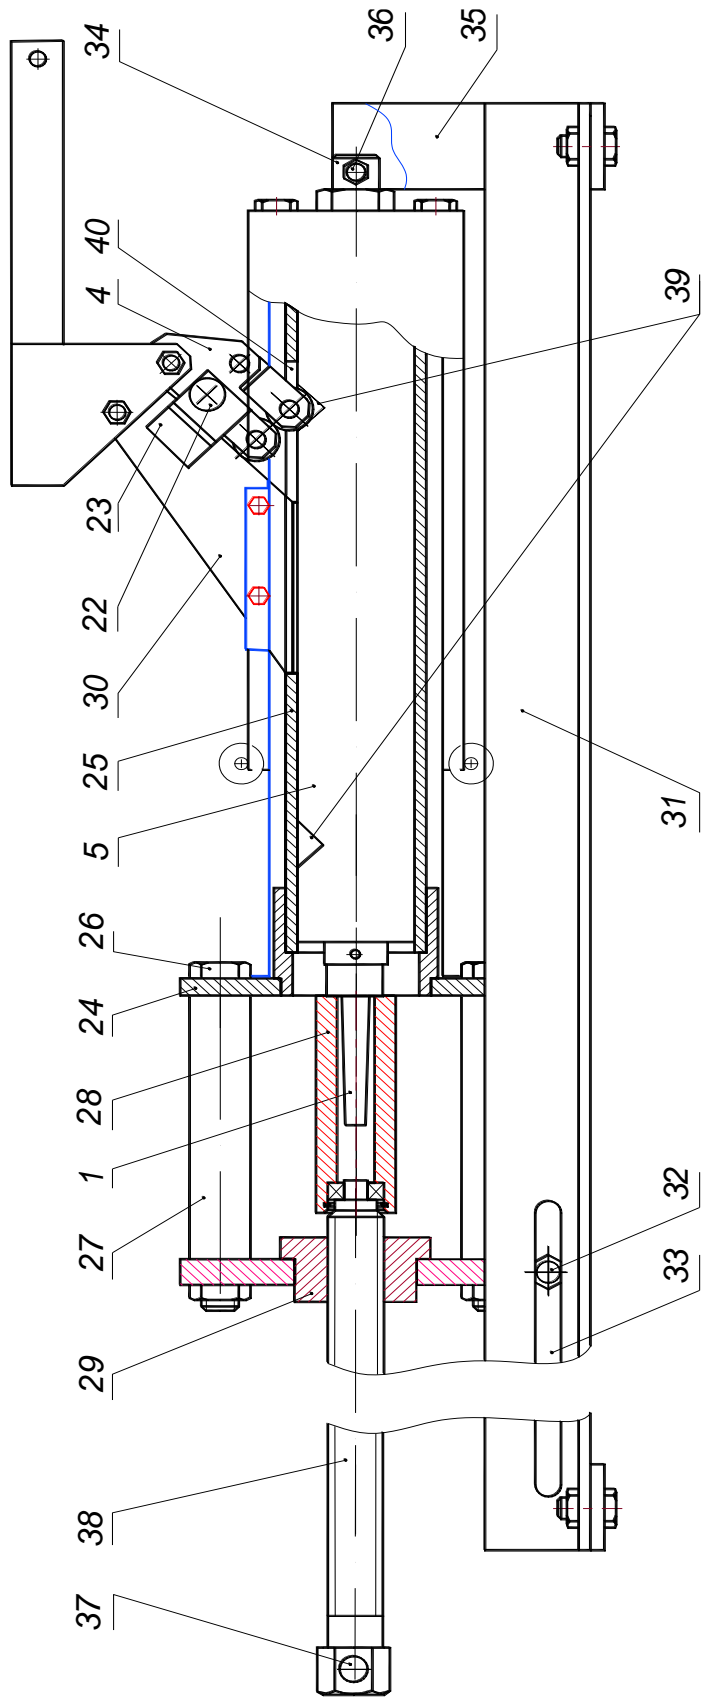

Рис.2
*В пп. 3.8—3.12 приведены ссылки на рисунок 2.*